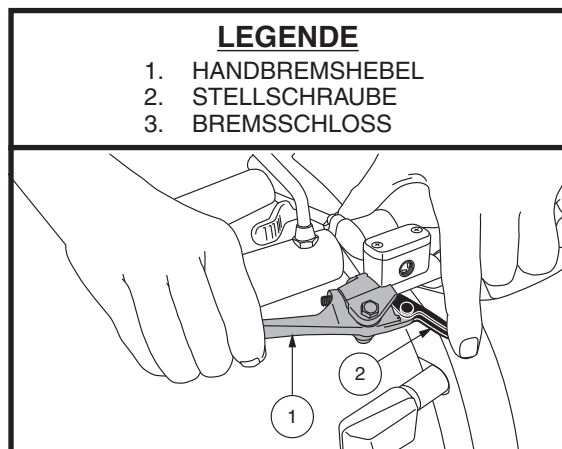

Abb. 2. Handbremshebel und Bremsschloss (in der gesperrten Position)
- Drücken Sie den High-Low-Knopf einmal, um die Geschwindigkeit auf “High” (“Hoch”) einzustellen. Die High-Low-Anzeige wird auf dem LCD-Bildschirm angezeigt. **Siehe Abb. 2.** Wenn Sie diese Einstellung zusammen mit den Einstellungstasten für die Geschwindigkeit verwenden, kann das Fahrzeug Geschwindigkeiten bis zur voreingestellten Maximalgeschwindigkeit des Fahrzeug erreichen.
Dieser Hebel bietet Ihnen im Notfall zusätzliche Bremsleistung an. Wenn in Bewegung, lassen Sie den Gashebel vorsichtig los und drücken Sie die Handbremse um zum Stillstand zu kommen. Die Wirksamkeit der Handbremse kann durch Anziehen oder Lösen der Stellschraube am Handbremshebel geändert werden. **Siehe Abb. 2.**
Die Handbremse kann gesperrt werden und als Parkbremse benutzt werden und zwar durch Druecken der Handbremse. Die Bremse ist dann in verriegelter Positions. **Siehe Abb. 2.** Um die Bremse zu sperren, drücken Sie voll die Handbremse.